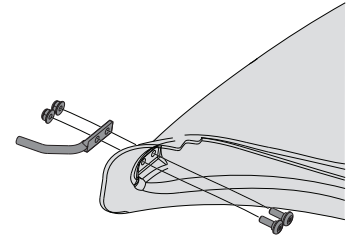

Figure 15
1. Installez le support de tige de la botte (747-06043) sur la chaussure à l'aide de deux (2) vis à épaulement (738-1225) et de deux (2) écrous de fixation (712-04064) du kit de quincaillerie 689-00636. Assurez-vous que les vis à épaulement sont installées à l'intérieur de la chaussure. Voir Figure 15.